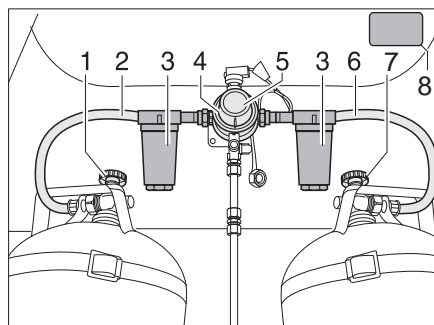
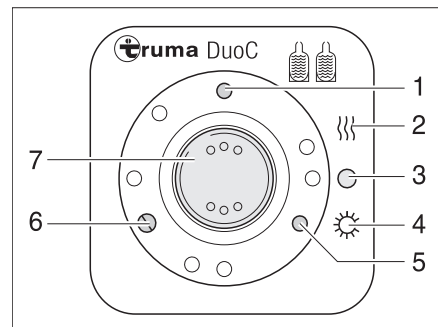

Bild 86 DuoControl-Umschaltanlage
Bild 87 Bedieneinheit
Die DuoControl-Umschaltanlage besteht aus einem Umschaltventil (Bild 86,4) und der Bedieneinheit (Bild 87). Das Umschaltventil ist zwischen den Gasschläuchen (Bild 86,2 und 6) montiert. Mit dem Drehknopf (Bild 86,5) am Umschaltventil kann bestimmt werden, welche der Gasflaschen als Betriebsflasche und welche Gasflasche als Reserveflasche verwendet wird.
Das Umschaltventil (Bild 86,4) ist mit der Regler-Enteisungsanlage EisEx ausgestattet. So werden Störungen der Gasanlage im Winter vermieden.
Vor dem Umschaltventil befinden sich auf jeder Seite ein Gasfilter (Bild 86,3), der die Gasanlage vor Verölung und Verunreinigungen schützt.
An der Bedieneinheit (Bild 87) können nur die elektrischen Funktionen geschaltet werden. Die Haupt-Absperrventile der Gasflaschen (Bild 86,1 und 7) müssen von Hand geöffnet werden.
Das Umschaltventil gewährleistet einen konstanten Gasdruck, unabhängig davon, welche Gasflasche Gas liefert. Die zwei Kontroll-Leuchten an der Bedieneinheit zeigen den Füllstand der Betriebsflasche an. Wenn die grüne Kontroll-Leuchte (Bild 87,6) leuchtet, ist die Betriebsflasche voll. Wenn die rote Kontroll-Leuchte (Bild 87,5) leuchtet, ist die Betriebsflasche leer. Die Gasversorgung erfolgt dann über die Reserveflasche.
- Die Haupt-Absperrventile an den Gasflaschen (Bild 86,1 und 7) öffnen.
- Mit dem Drehknopf (Bild 86,5) am Umschaltventil (Bild 86,4) die Gasflasche wählen, der vorrangig das Gas entnommen werden soll (Betriebsflasche). Den Drehknopf immer bis zum Anschlag drehen.
- Den Wippschalter (Bild 87,7) auf "O" (Bild 87,3) stellen. Die gelbe Kontroll-Leuchte (Bild 87,1) erlischt.
- Die Haupt-Absperrventile an den Gasflaschen (Bild 86,1 und 7) schließen.
Die Kontroll-Leuchten an der Bedieneinheit (Bild 87,5 und 6) signalisieren im Fahrzeuginneren, ob die Betriebsflasche betriebsbereit ist.
Wenn die grüne Kontroll-Leuchte (Bild 87,6) während des Betriebs erlischt und die rote Kontroll-Leuchte (Bild 87,5) aufleuchtet, ist die als Betriebsflasche gewählte Gasflasche leer und muss gewechselt werden. Die Reserveflasche versorgt die Gasverbraucher weiterhin mit Gas.
- ▶ Sicherheitsaufkleber (Bild 86,8) im Gaskasten beachten.